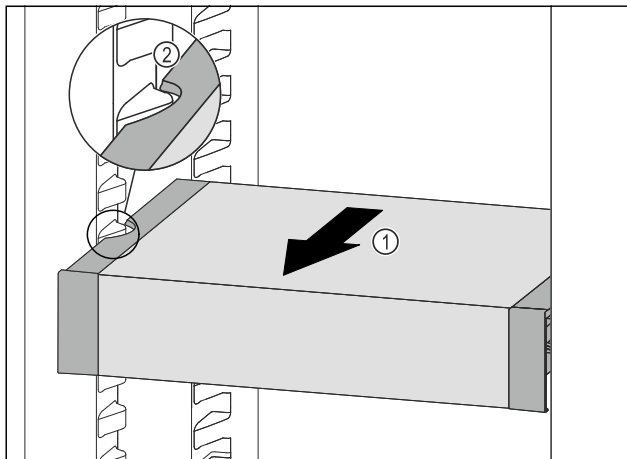

Fig. 145
- VarioSafe nach vorne ziehen Fig. 145 (1), bis sich die seitlichen Aussparungen des VarioSafes auf Höhe der Behälterrippe im Kühlteil befinden. Fig. 145 (2)